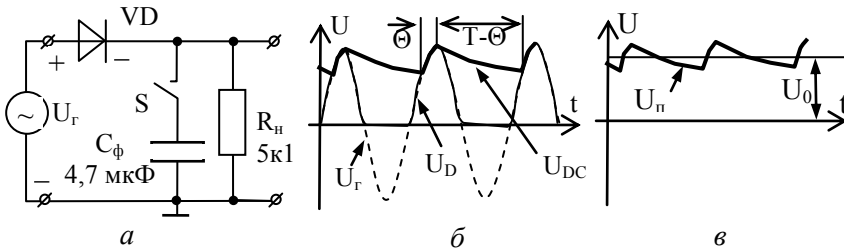

Рис. 16. Однополупериодный выпрямитель:
На рис. 16 изображена схема однополупериодного выпрямителя. Полупроводниковый диод VD обладает односторонней проводимостью и проводит ток только в тот полупериод переменного напряжения, который соответствует полярности, обозначенной на рисунке знаками "+" и "-". Если ключ S выключен, то напряжение U_D на резисторе нагрузки R_n будет соответствовать верхней половине напряжения генератора U_r (рис. 16, б – тонкая сплошная линия).
R_n будет таким, как показано на рис. 16, б жирной линией. Выпрямленное напряжение можно представить в виде суммы постоянного напряжения U_0 и напряжения пульсации U_n (рис. 16, в).
2. Выпрямленное напряжение **при наличии C_ϕ** . Если бы сопротивление нагрузки R_n отсутствовало, то конденсатор фильтра зарядился бы до амплитудного значения и выпрямленное напряжение U_0 было бы равно амплитудному $U_0 = U_a$. Наличие нагрузки приводит к тому, что за время $t = T - \Theta$ (рис. 16, б) конденсатор успевает частично разрядиться в соответствии с законом $U(t) = U_a \exp(-t/R_n C_\phi)$. Очевидно, чем больше частота, тем меньше время